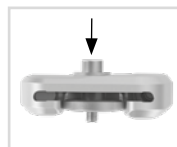

Fig. 9
- 5 Monte la cubierta presionándola con el tornillo de presión y la arandela (fig. 9).